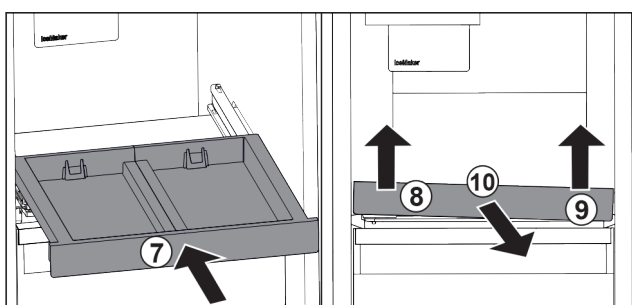

Fig. 27
- ▶ Wsunąć wysuwaną półkę. Fig. 27 (7)
- ▶ Unieść wysuwaną półkę z przodu po lewej. Fig. 27 (8)
- ▶ Unieść wysuwaną półkę z przodu po prawej. Fig. 27 (9)
- ▶ Wyjąć wysuwaną półkę do przodu. Fig. 27 (10)